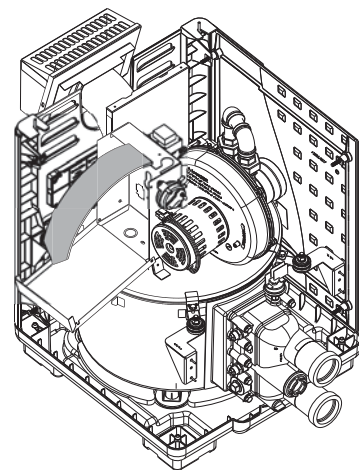

Figura 21.
3. Abra la tapa de la caja de control (ver **Figura 21**).